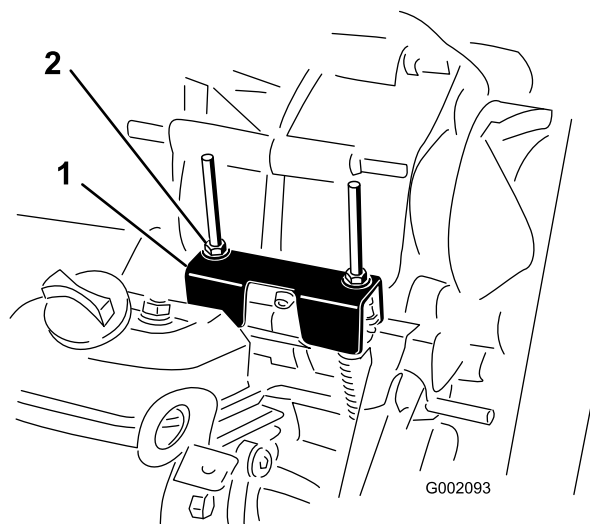

Bild 28
Wenn Sie regelmäßige Wartungsarbeiten und/oder eine Motordiagnostik durchführen, müssen Sie die Antriebsachse zunächst in den Leerlauf schalten (Bild 28). Der Schalthebel weist eine Leerlaufstellung auf, die den Leerlauf der Antriebsachse bestimmt. Treffen Sie die folgenden Maßnahmen, um sicherzustellen, dass der Schalthebel in der Leerlaufstellung die Antriebsachse auch richtig auf Leerlauf schaltet:
2. Stellen Sie sicher, dass die Leerlaufhalterung in der Leerlaufstellung ist (mit der Kabelbefestigungshalterung unter der Ganghalterung nivelliert), indem Sie die Antriebskupplung drehen (Bild 28).
3. Ziehen Sie eine der Sicherungsmuttern an (Bild 28), um einen Abstand von 0,76-1,52 mm zu erreichen.